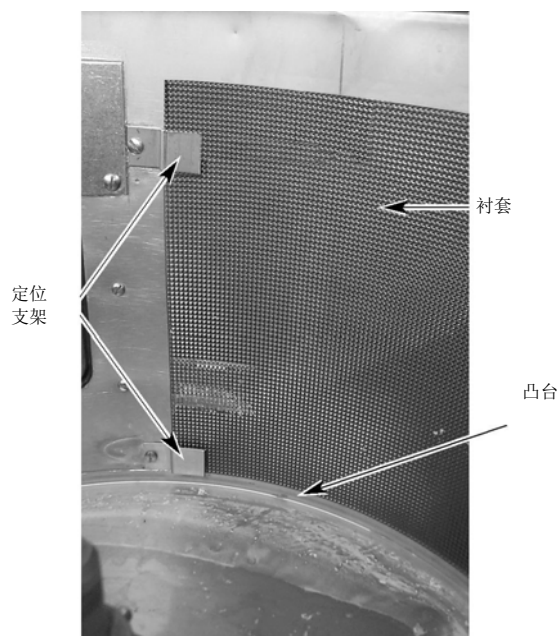

图 2
1. 将衬套插入料筒内部的定位支架，直至料筒底部的凸台（图2）。